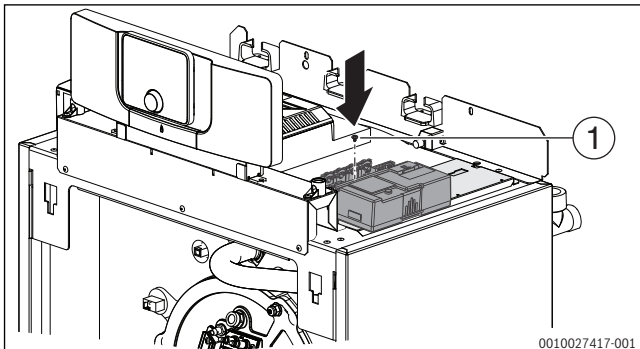

Bild 34 Funktionsmodul verschrauben
- Funktionsmodul mit Modulträger verschrauben (→ Bild 34).